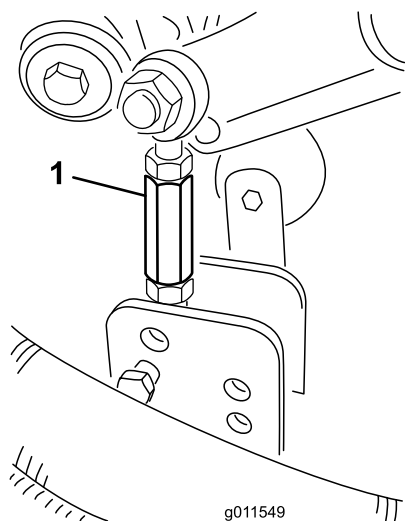

Figura 25
9. Togliete le coppiglie ed i perni con testa che fissano le connessioni dell'ammortizzatore alle staffe del piatto di taglio (Figura 25).